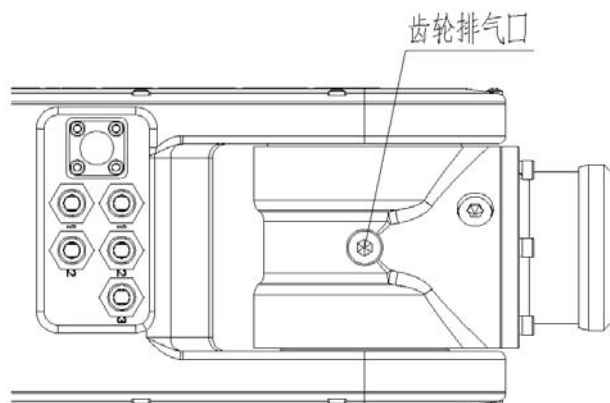

图 15 J6 轴齿轮箱体局部结构
- ① 取下排气口的螺丝堵；
- ② 用油枪从齿轮箱的注油口注油（参考图 15 J6 轴齿轮箱体局部结构）；